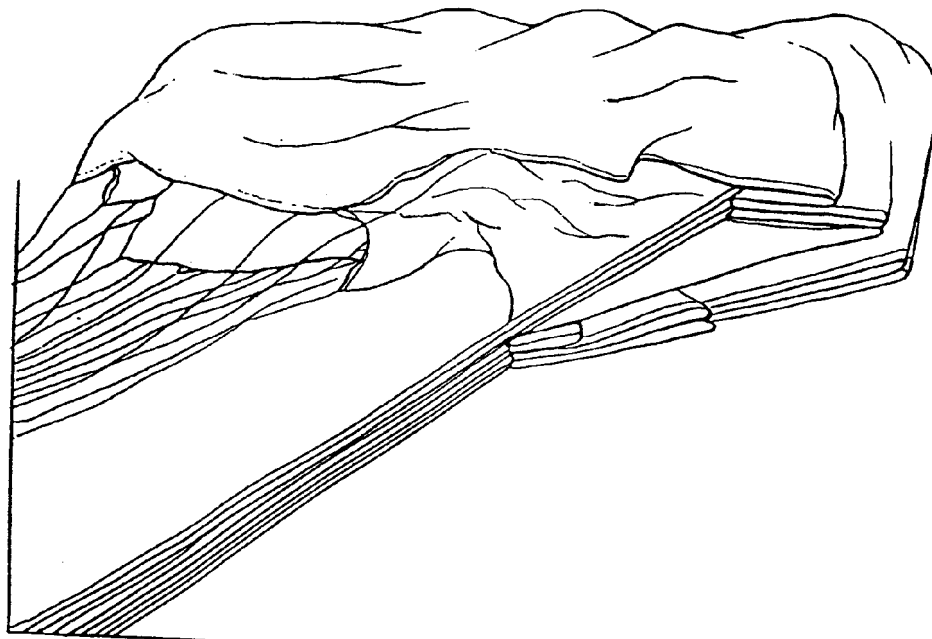

Рис. 8
5) уложить задние полотнища, как показано на рис. 8;